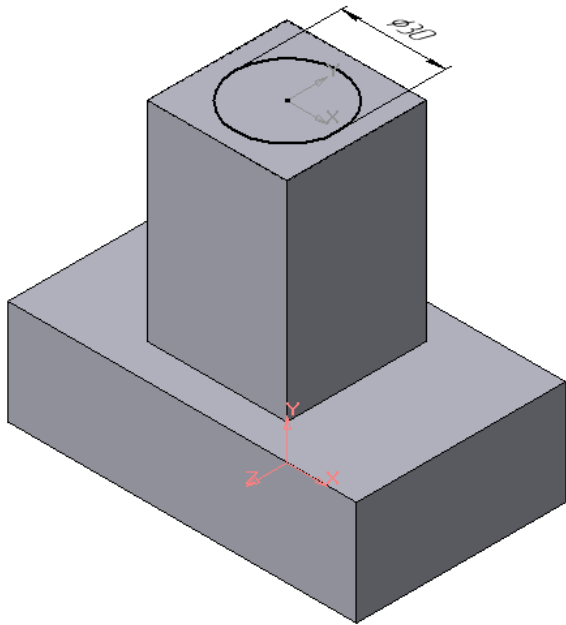
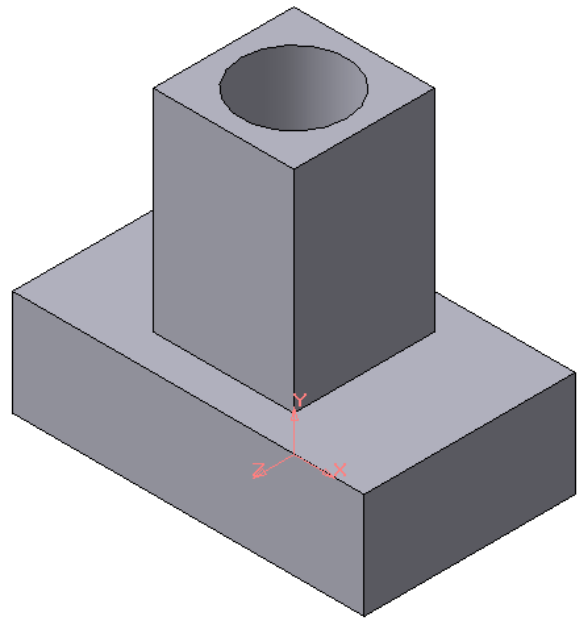

Рис. 3.2.10: Ескіз отвору
Рис. 3.2.11: Операція вирізування отвору
5. Для створення циліндричного отвору на верхній грані призми викреслимо ескіз отвору – коло діаметром 30 мм (радіусом 15 мм), (рис. 3.2.10) і виріжемо отвір видавлюванням на глибину 40 мм (рис. 3.2.11).
Перед створенням ескіза необхідно вибрати грань, на якій він буде розташований. Для вказівки грані підведіть до неї курсор у вікні моделі. Коли курсор прийме вигляд + , клацніть лівою клавішею миші. Активізуйте кнопку **Ескіз**  на панелі **текущего состояния**, ескіз приклеюваного елемента будується так як основа деталі, рис. 3.2.10. Для повернення в режим роботи з деталлю **після** створення ескіза відіжmemo кнопку **Ескіз**  на панелі **текущего состояния**.
Для виклику команди **Вырезать выдавливанием** натискуйте кнопку  на інструментальній панелі **Редактирования детали** на **Компактной панели**. На панелі **Свойств** у вікні **Расстояние** вкажемо глибину отвору 40 мм. Отримане геометричне тіло зображено на рис. 3.2.11.